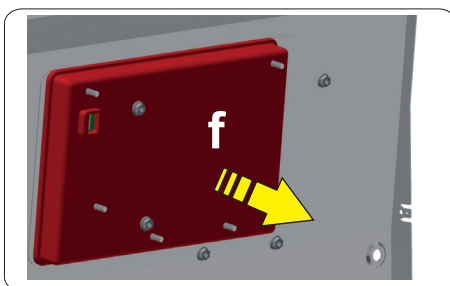

рис. 12
- Снимите пластиковую защитную коробку (положение **f** - см. **рис. 12**).